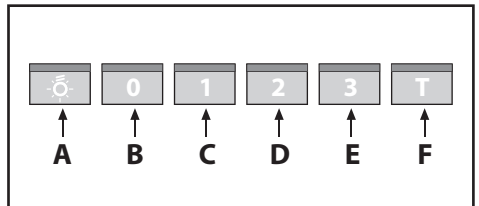

Fig. 9
• **Comandi luminosi (Fig.9)** la simbologia è di seguito riportata: